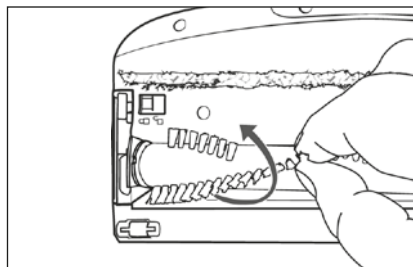

Fig. 25
- 3) Sfilare il rullo a spazzola **20** tirandolo dalle setole fuori dalla spazzola per pavimenti **21**. Ruotare leggermente il rullo a spazzola **20** per poterlo togliere più facilmente (vedere fig. 25).